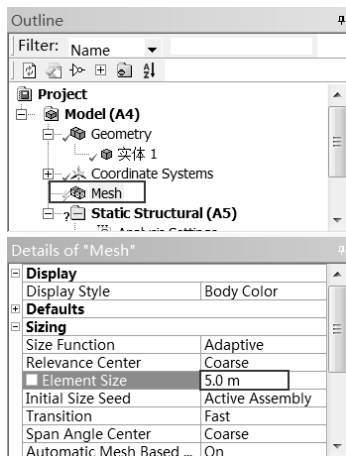

图 5-174 生成网格
Step1：选择 Mechanical 界面左侧 Outline(分析树)中的 Mesh 选项，此时可在 Details of “Mesh”（参数列表）中修改网格参数。本例在 Sizing 中的 Element Size 中设置为 5m，其余采用默认设置，如图 5-174 所示。